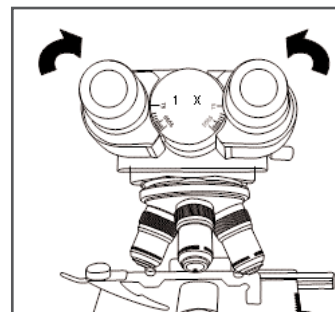

Figura. 5
- La distance interpupillaire (**Figura 5**): réglez la distance interpupillaire en séparant ou rapprochant les oculaires à l'objet d'atteindre une totale fusion de deux images.